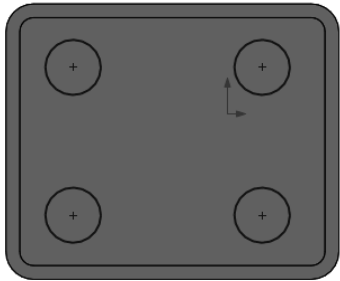

图 5-97 在零件实体模型内底面上绘制草图
- [2] 在零件实体模型内底面上绘制草图，如图 5-97 所示。